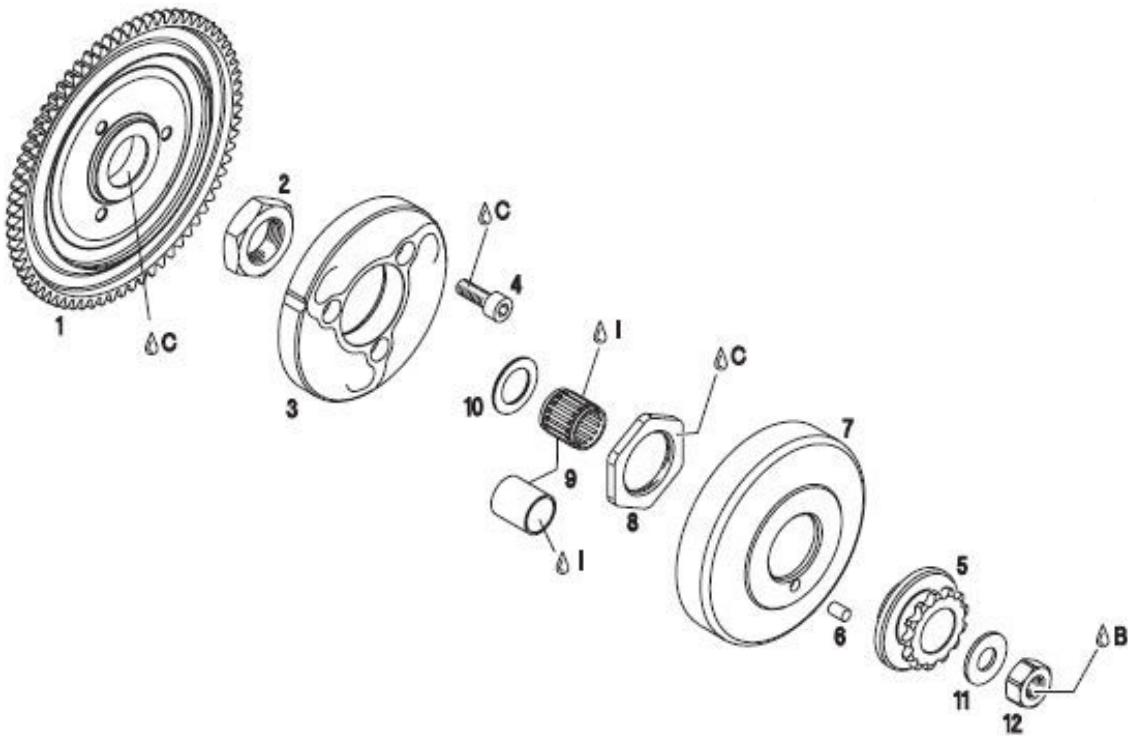

Fig. 15
- ➔ ナット(12)とスラストワッシャー(11)を取外します。 Fig.15 参照
ドライブsprocket(5)は、クラッチドラム(7)にナット(8)で取付けられており、トルクは、ニードルピン(6)を介して伝達されます。(Fig.15 参照) 適切なsprocketの交換は、指定された工具(no.277364)を使った時のみ、適切に実行されます。